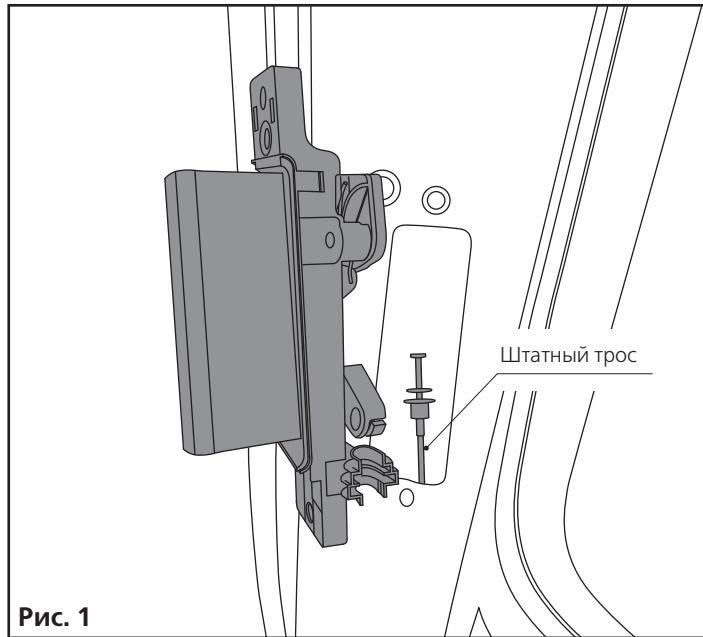
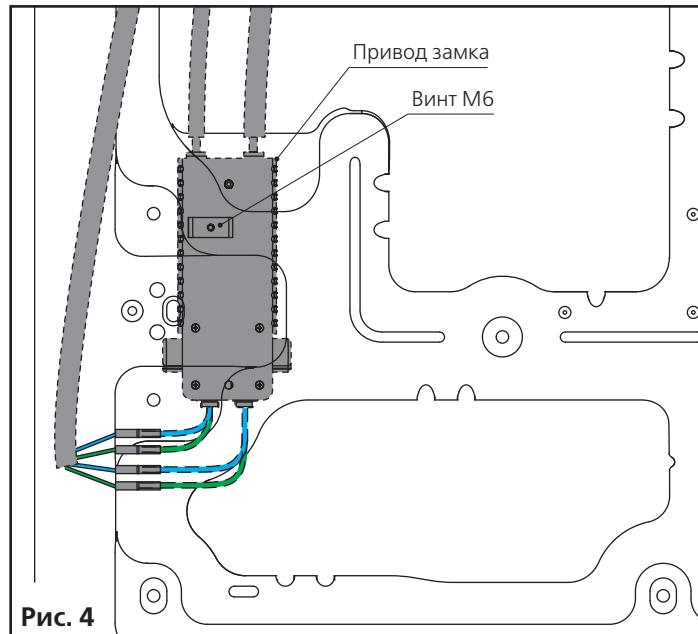

Рис. 1
Рис. 4
2. Демонтируйте внутреннюю ручку двери и отсоедините от неё штатный трос открывания замка (рис. 1).
5. В удобном для установки привода замка месте просверлите отверстие 6,5 мм. Вложите привод замка в нишу двери и закрепите его винтом M6 (рис. 4).
6. Подключите привод замка согласно рис. 4 и рис. 1 стр. 11.